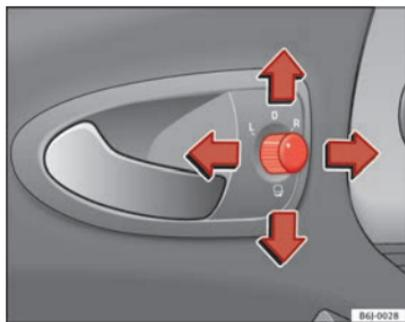

Fig. 68 Comando dos retrovisores exteriores
1. Rodar o botão giratório ⇒ Fig. 68 para a posição **L (espelho retrovisor esquerdo)**.
- Rodar o comando ⇒ Fig. 68 até à posição  para rebater os retrovisores exteriores. Para evitar danos no veículo, deve recolher os retrovisores exteriores sempre que o veículo entre num túnel de lavagem automática.